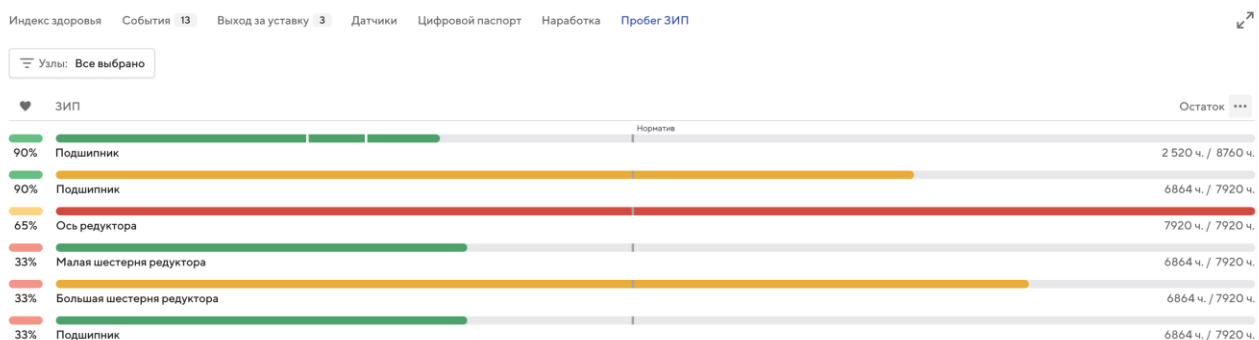

Рисунок 123 – Раздел «График». Выбраны единица измерений – Часы
- Рисунок 123 – Выбраны «Часы»